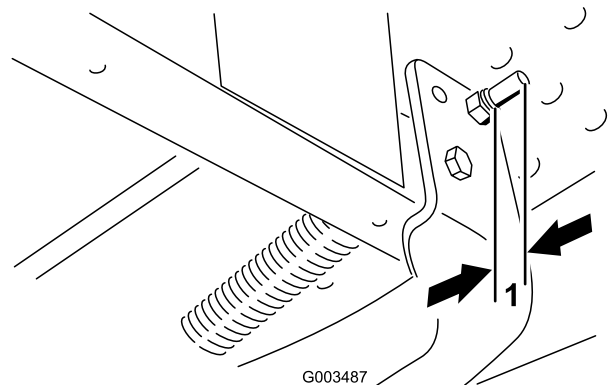

Bild 20
3. Ziehen Sie die Sicherungsmuttern an, mit denen die Federstange befestigt ist, bis 6 mm bis 13 mm (1/4" bis 1/2") des Gewindes sichtbar ist, um die Feder zu spannen (Bild 20).